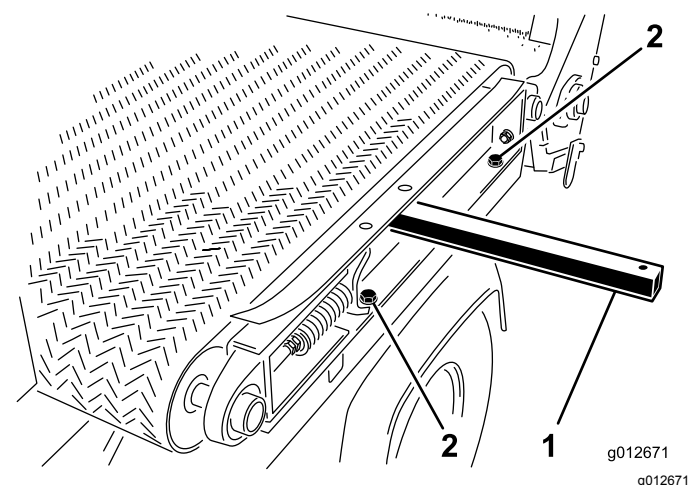

Figura 34
5. A la izquierda de la máquina, retire los 2 tornillos y las 2 arandelas que fijan el travesaño del bastidor deslizante al guardabarros izquierdo (Figura 34).
1. Introduzca una palanca a través del orificio del travesaño izquierdo del bastidor deslizante y eleve la palanca para inclinar ligeramente el travesaño del bastidor; consulte la Figura 34 de Desmontaje de la plataforma deslizante (página 24).